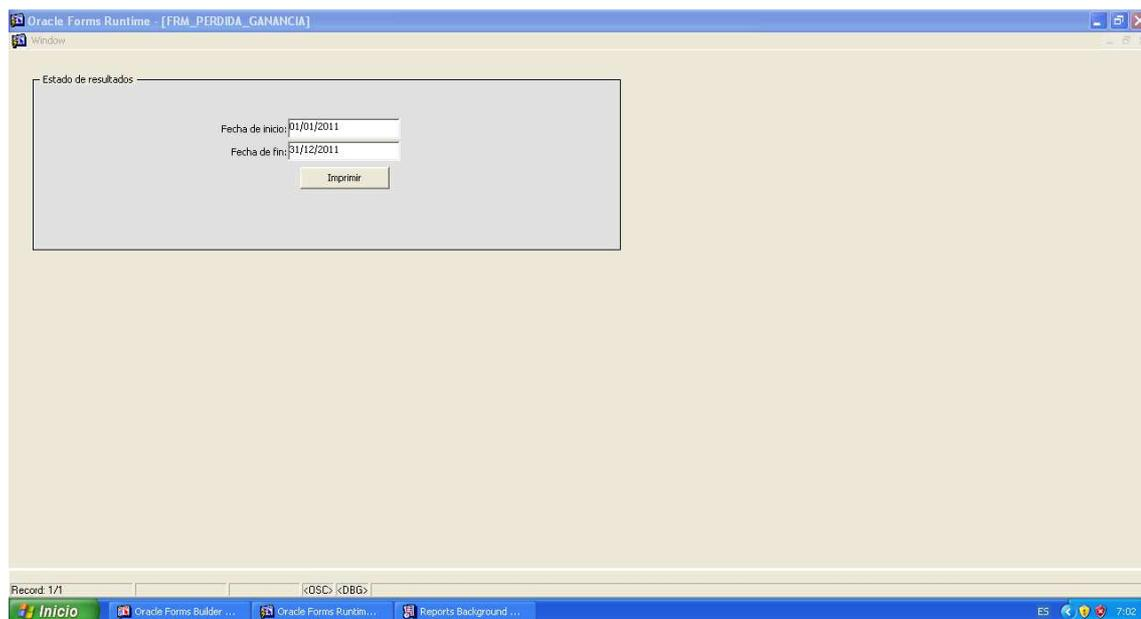

Figura 6-33. Gráfico del Estado de Resultados
2. Dé clic en la opción <Estado de Resultados> y le aparecerá la siguiente pantalla: (Véase figura 6-33).